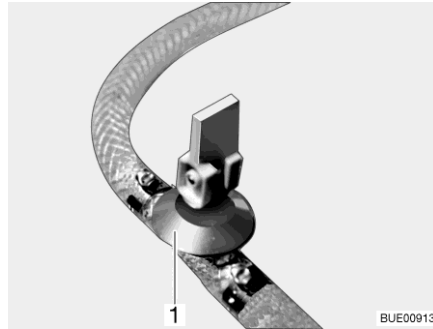
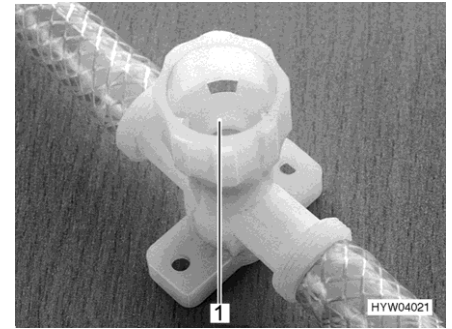

Fig. 281 Llave de desagüe (con balancín)
Fig. 282 Llave de desagüe (con tapa giratoria)
- Abrir todas las llaves de desagüe. Para esto, poner el balancín de la llave de desagüe (Fig. 281,1) en posición vertical o girar la tapa de la llave de desagüe (Fig. 282,1) en sentido contrario a las agujas del reloj.